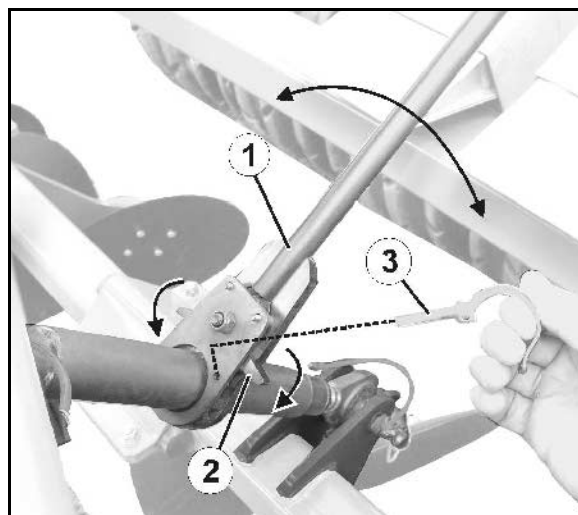

Рис. 48
1. Снимите пружинный фиксатор (Рис. 48/3).
2. Закрепите балансир (Рис. 48/2) в соответствие с нужным направлением вращения.
3. При помощи рычага (Рис. 48/1) удлините/укоротите шпиндель.
4. Зафиксируйте установку пружинным фиксатором (Рис. 48/3).